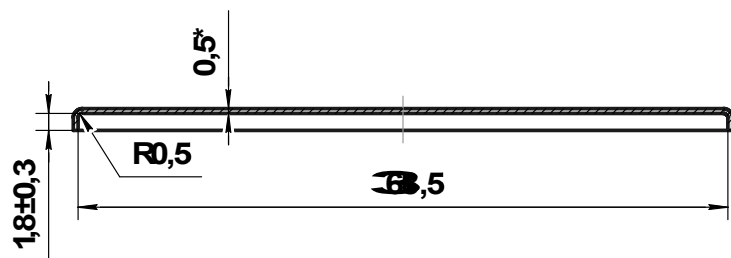

Рисунок 7
7.3 При перезарядке и сборке сработавшего на тушение возгорания МПП необходимо использовать ИХГ (поз. 3 рисунок 1) ИХГ-10(М)-02 СИАВ 066614.020.000 ТУ исполнения СИАВ 066614.020.000-05, заполнить корпус МПП огнетушащим порошком и установить мембрану (поз. 6 рисунок 1), изготовленную по чертежу (рисунок 7) из листа АМцН2-0,5 ГОСТ 21631-76. После установки мембраны необходимо обеспечить момент затяжки гайки **13** (см. рисунок 1) усилием (150 ± 10) Н·м.